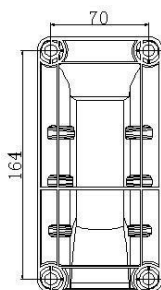

Fig.2
3. Använd monteringsbeslaget som matris och förborra hålen (Fig.2).